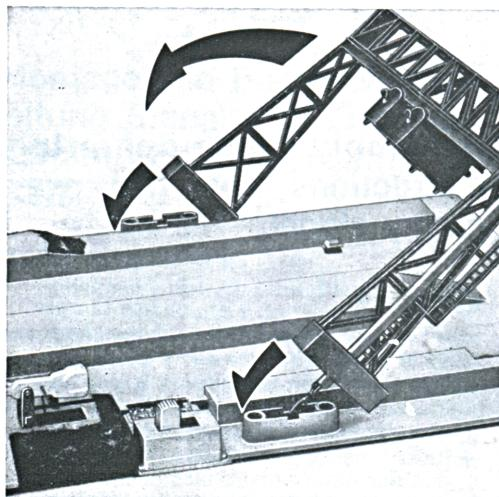

Fig. 1
- Inserire l'incastellatura a portale sulla base come Fig. 1.
- Insert the frame of the gantry into the base as per Fig. 1.
- Signalmaste auf die Grundfläche montieren laut Abbildung 1.
- Placer la structure du portique sur la base comme fig. 1.